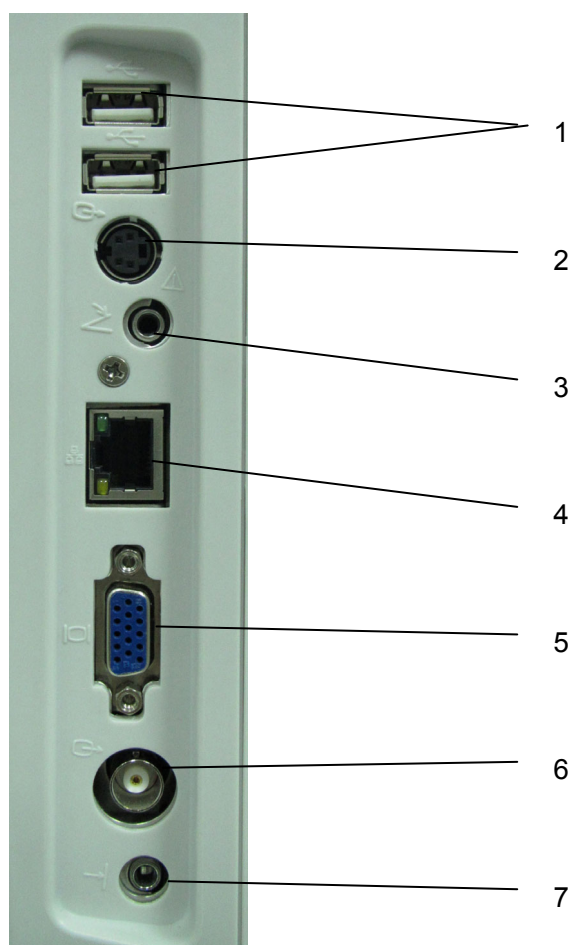

Рис. 4-7 I/O порты на левой панели
4. Детали и принадлежности необходимо подключать к портам ввода/вывода, обозначенным на Рис. 4-7. Например, к портам USB можно подключать только входящие в комплект поставки или рекомендуемые USB-устройства; НЕ подсоединяйте телефонную линию к сетевому порту; НЕ подсоединяйте наушники к порту ножной переключателя или удаленному порту
Справка    Рис. 4-7 I/O порты на левой панели